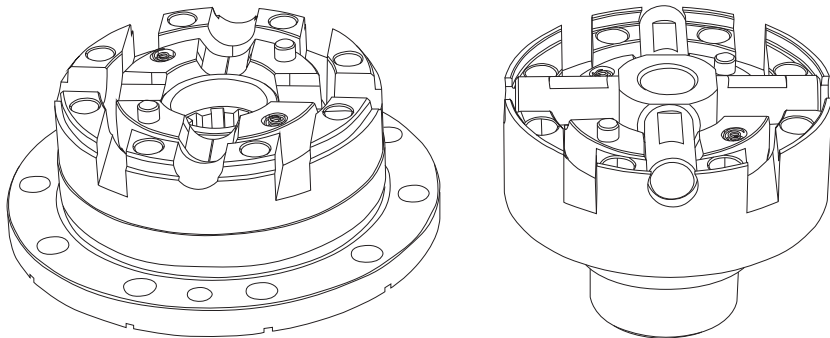

Рис. 4
- е.** В малую половинку корпуса дифференциала поместите крестовину **[5]**; Результат всех проделанных операций отражён на **Рис. 4**.